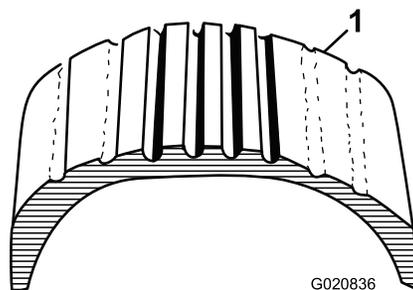
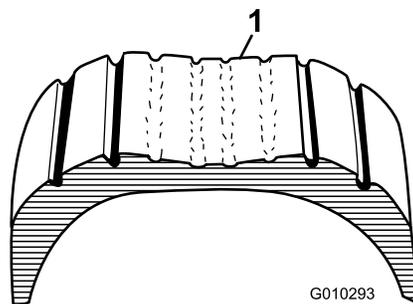

Figure 52
Figure 53
1. Vérifiez visuellement l'état et l'usure des pneus (Figure 52 et Figure 53).